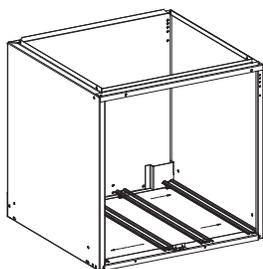

Fig. 5 – Installation des longerons de support
4. Placez les deux **longerons de support** dans les côtés du caisson et le **collet** comme montré dans les figures 5 et 6.